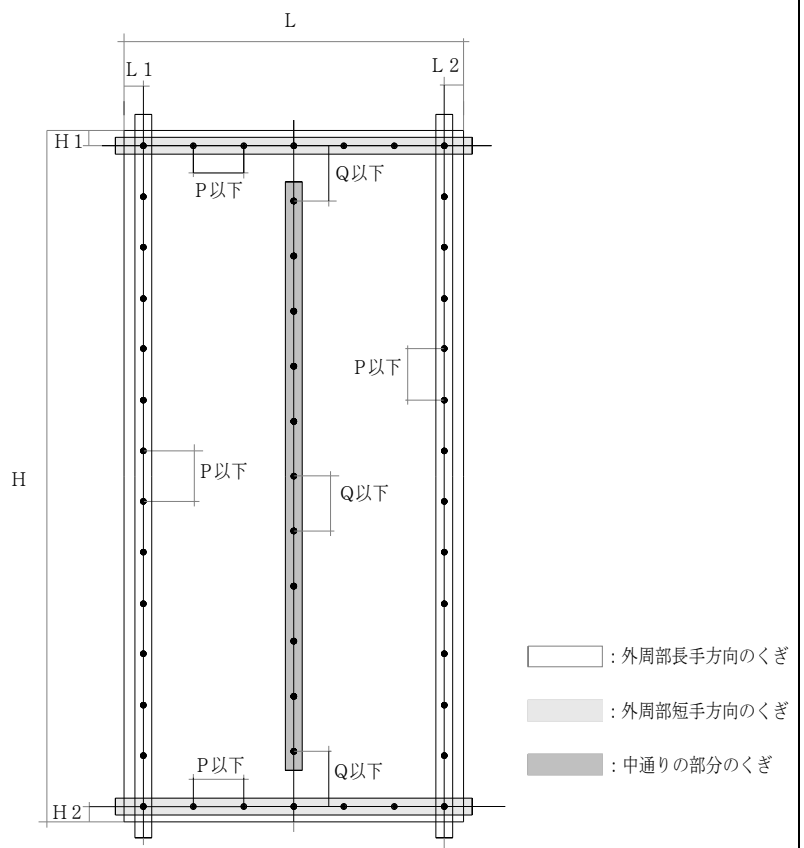

図4-4 タイガーEXハイパーくぎ留め付け本数概略
- ・面材の外周部及び中通りの部分におけるくぎ本数について（図4-4参照）